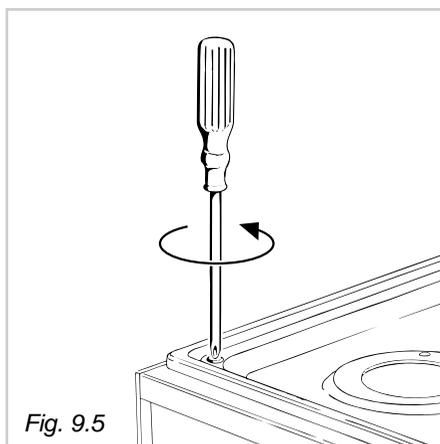

Fig. 9.5
- Sollevare il piano di lavoro dopo avere svitato le 2 viti anteriori (fig. 9.5)